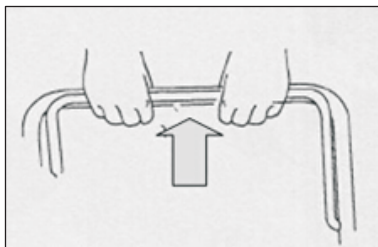

Fig. 2A
a) Ga achter het apparaat staan, pak de remhendel vast en houd de remhendel tegen de bovenste handgreep. (Fig 2A )